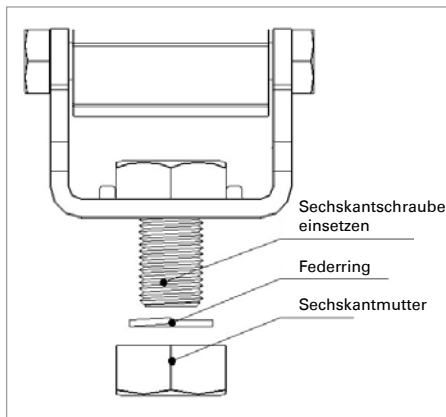

Abbildung 1
- c. Setzen Sie den Federring auf die Befestigungsschraube ein. Stecken Sie die Befestigungsschraube durch die Halterung des Arbeitsscheinwerfers hindurch (siehe Abbildung 1).